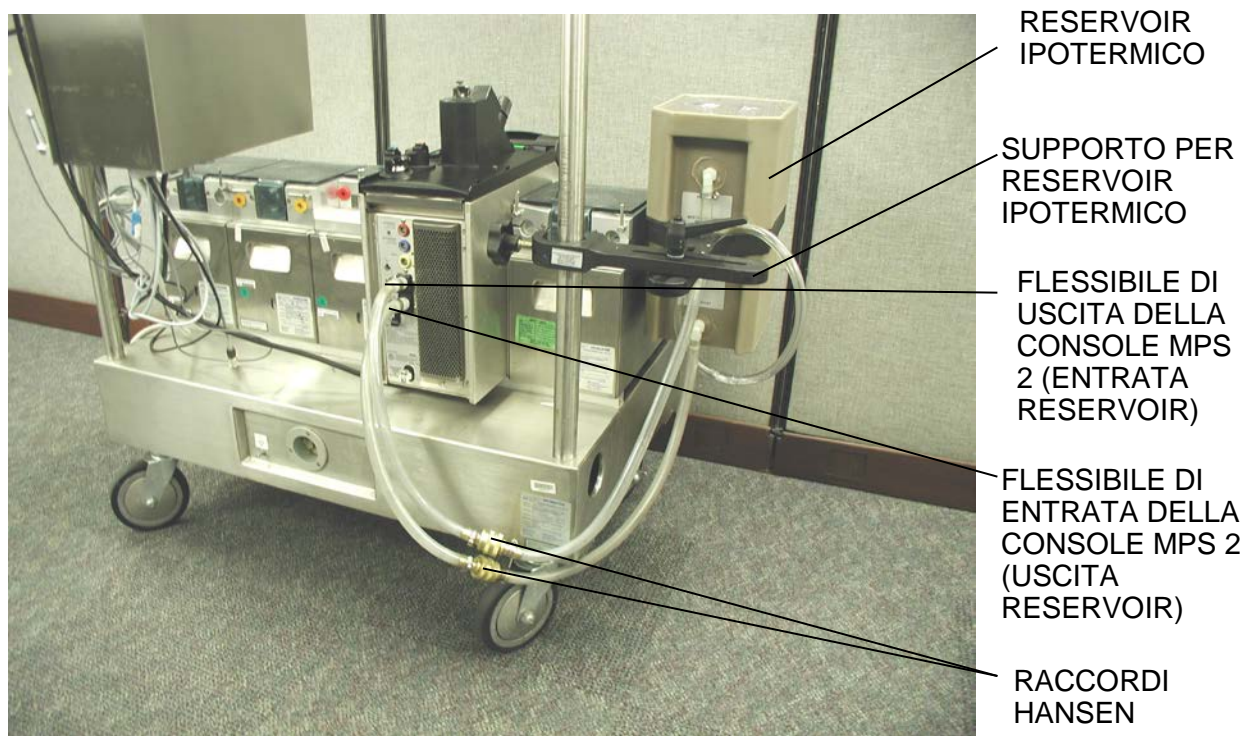

FIGURA 5-2
Nelle seguenti istruzioni sono riportati i passaggi necessari per installare la console MPS 2. Fare riferimento alla figura 5-2 come necessario.
8. Collegare e fissare questa sezione del flessibile dell'acqua alla porta di uscita del reservoir ipotermico e alla porta di entrata dell'acqua della console MPS 2 con le clampette fornite (figura 5-2).
11. Collegare e fissare questa sezione del flessibile dell'acqua alla porta di entrata del reservoir ipotermico e alla porta di uscita dell'acqua della console con le clampette fornite (figura 5-2).